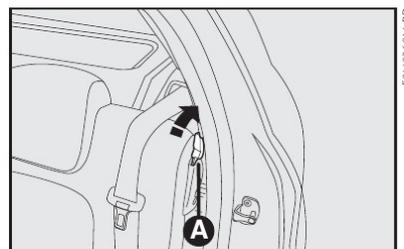

fig. 108
4) Desencaixar o encosto, movendo as alavancas laterais **A-fig. 108** no sentido da seta.
Para isso, destravar a alavanca da direita ou da esquerda **A-fig. 108** e rebater para a frente o encosto até obter uma única superfície de carga.